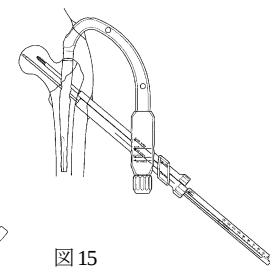

図15
- 13) ラグスクリュー用ガイドピンスリーブ (内筒) を抜き、スリーブ (外筒) 先端を骨面に押し当て、ターゲットデバイスのつまみにて確実に固定します。スリーブ (外筒) 後端に 3.2 ガイドピンデプスゲージを押し当て、ガイドピン刺入深さを計測します。(図15)